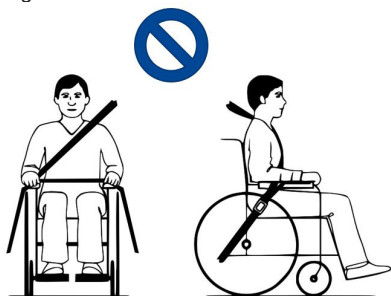

Abb. 3
- Achten Sie darauf, dass die Gurte nicht verdreht sind oder vom Körper ferngehalten werden, wie in Abbildung 3 gezeigt.